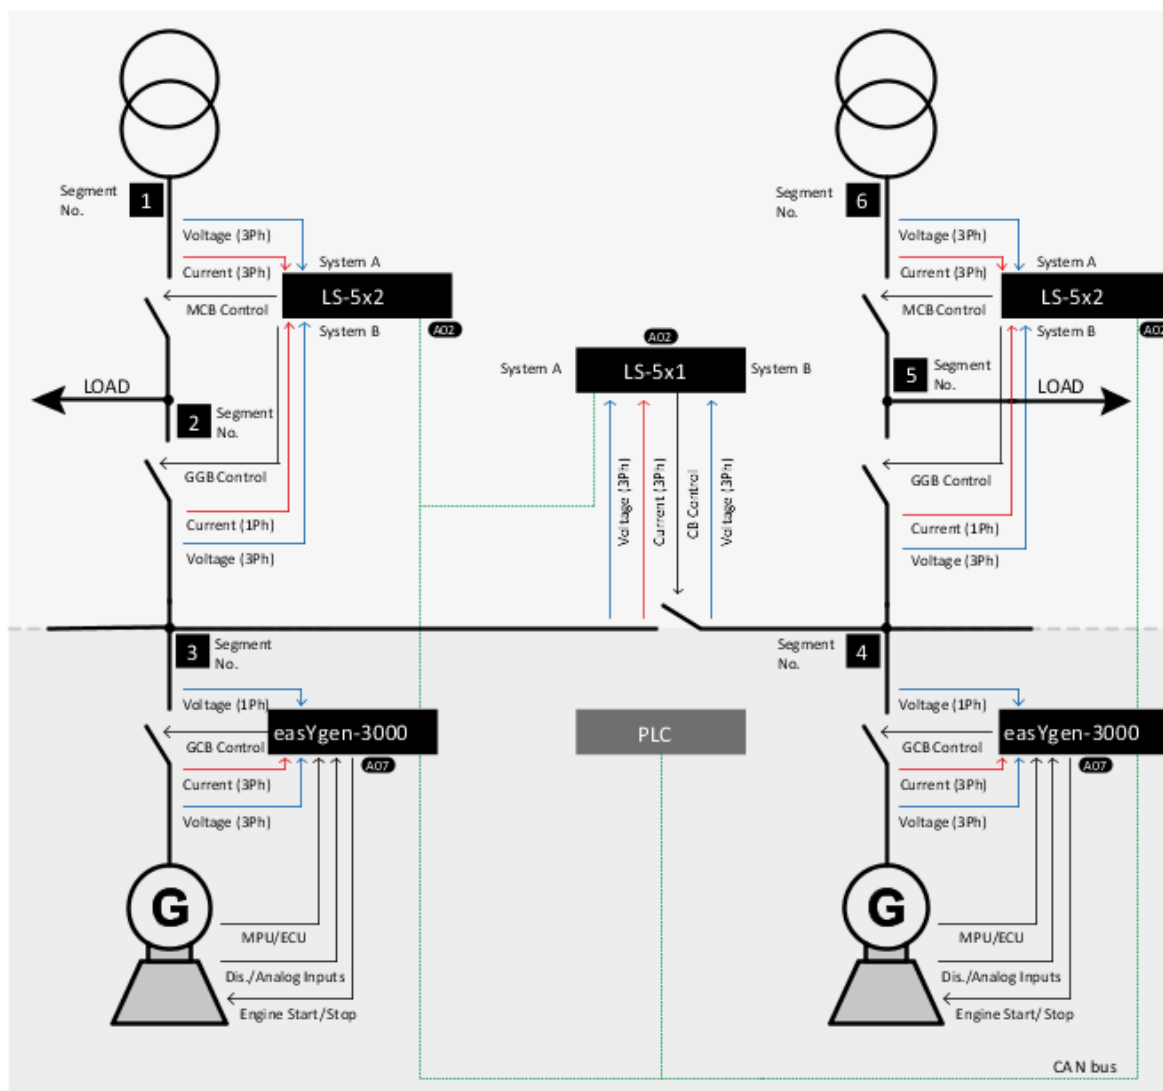

Abb. 139: H-Konfiguration mit zwei easYgens und zwei eingehenden Netzen und Kuppelschalter
Ein oder mehrere Aggregate speisen in eine Generatorsammelschiene ein (Abb. 139/Segment Nr. 3). Ein oder mehrere Aggregate speisen in eine Generatorsammelschiene ein (Abb. 139/Segment Nr. 4). Auf jeder Netzeingangsseite (Abb. 139/Segment Nr. 1 und 6) ist ein Lastausgang (Abb. 139/Segment Nr. 2 und 5) installiert, der über ein LS-5x2 auf Netzbetrieb oder Generatoren umgeschaltet wird. Das LS-5x2 wirkt dabei seinem LS A auf einen Netzleistungsschalter (NLS) und mit seinem LS B auf einen Gruppenschalter (GGB) ein. Das LS-5x2 kann eine Wechslersteuerung (ATS), ein Bedienfeld oder zwei separate Schalter betätigen, um dies zu erfüllen. Ein Netzparallelbetrieb des Generators ist ebenfalls möglich. Ein Kuppelschalter befindet sich zwischen den beiden Generatorsegmenten.
1. ➤ Die Spannungs- und Strommessung von System A ist mit dem Generatorsammelschienensegment verbunden (Abb. 139/Segment Nr. 3).
2. ➤ Die Spannungsmessung von System B ist mit dem Generatorsammelschienensegment verbunden (Abb. 139/Segment Nr. 4).